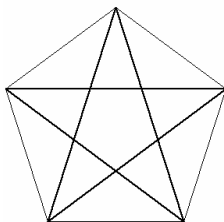

图 5-45 画五角星
- 3) 用直线命令画出五角星，如图 5-45 所示，注意将目标捕捉打开。